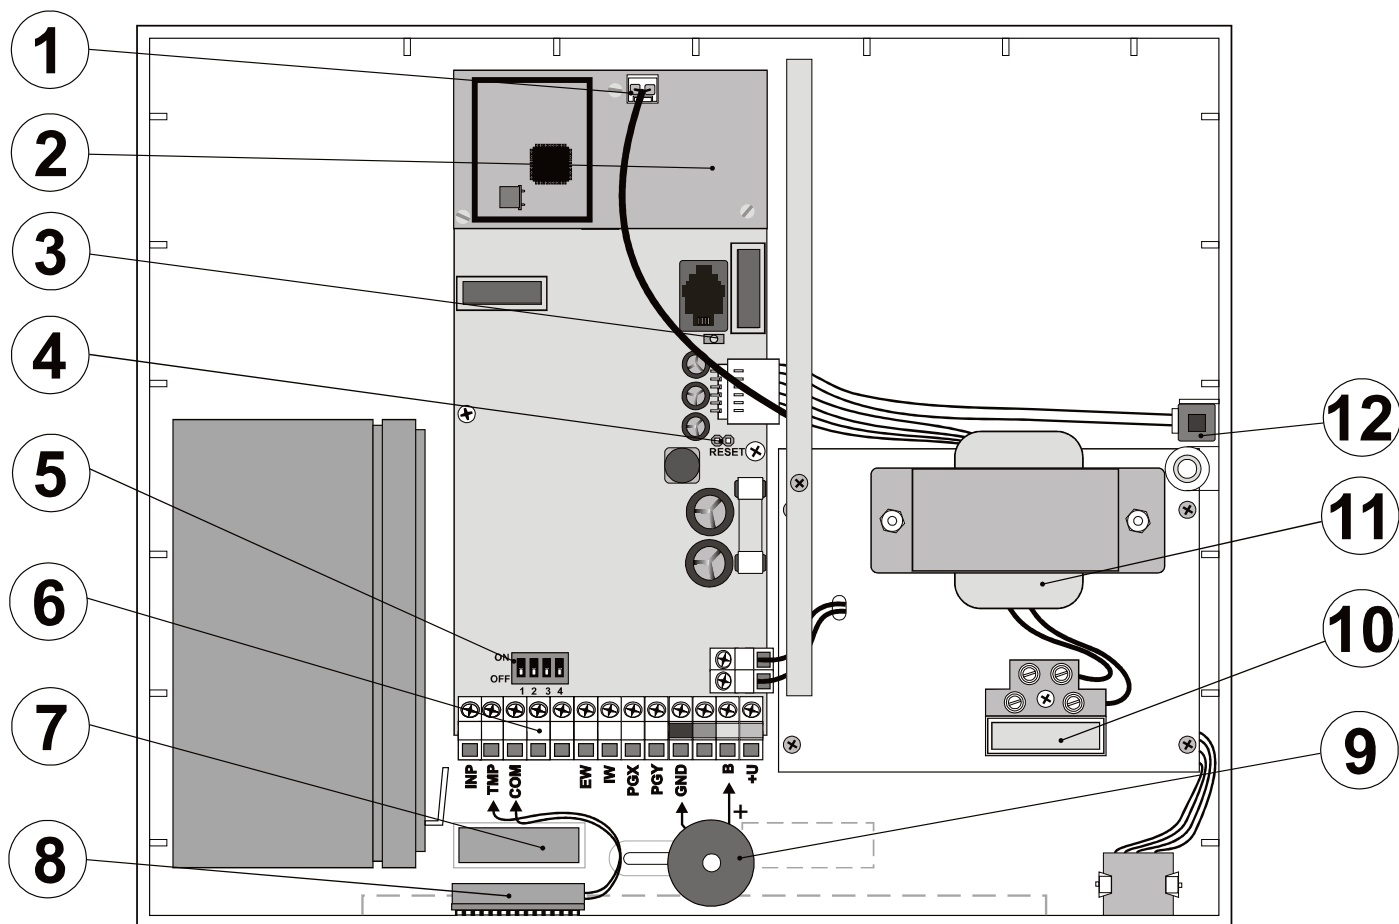

fig. 1 Repetidor en su caja
Quitar la señal acústica para el funcionamiento normal ver fig. 1
- Fije el imán permanente sobre la superficie marcada, ver fig. 1 (7)
- Pegue el sensor magnético (la segunda parte con los conductores traídos) a un lado interior de la caja (la máxima separación del imán debe ser 2cm), ver fig. 1 (8)
- Interruptor DIP2 en la posición ON, ver fig. 1 (5)